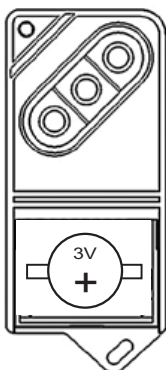

Abb.1b
Schieben Sie die Abdeckung zurück, wie in Abb. 1 dargestellt, und entnehmen Sie die Batterie. Drücken Sie die Test-Taste für die Dauer von zehn (10) Sekunden und setzen Sie anschließend eine neue Lithium-Batterie mit 3 Volt (Typ DL2032 oder CR2032) ein. Vergewissern Sie sich, dass die Batterie entsprechend der gekennzeichneten Polung eingesetzt ist (siehe Abb. 1b).